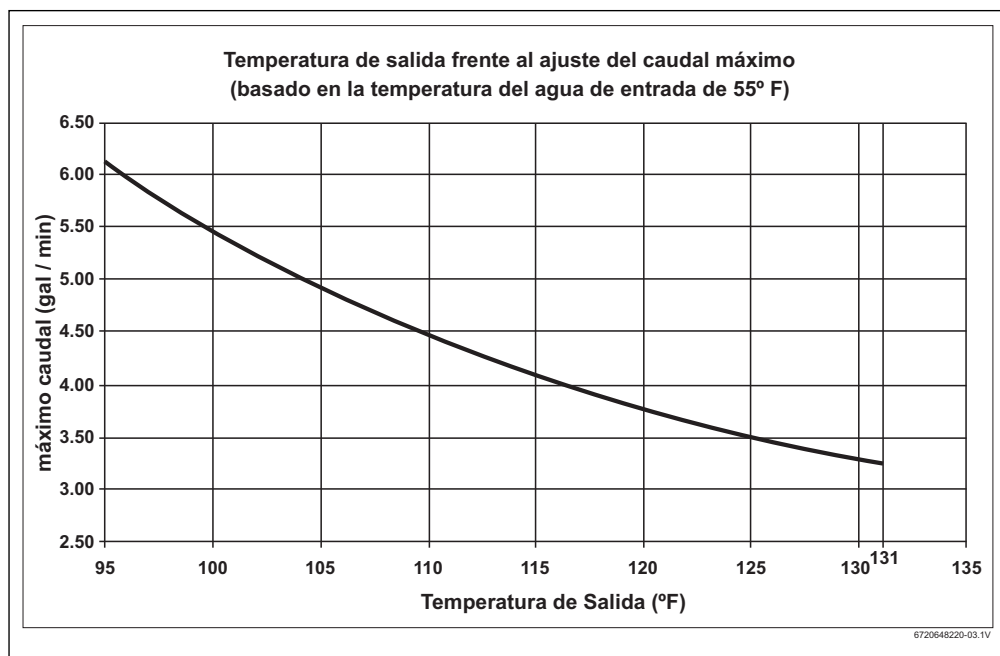

Fig. 8
- Ajuste la válvula de cierre de salida hasta que el rango de flujo de agua caliente corresponde con el valor en la Fig. 8 siguiente.
Estas cifras se basan en una temperatura de agua de entrada de 55 °F y una alimentación de 240 voltios. Si la temperatura de entrada de agua es inferior a 55 °F, o si la alimentación de voltaje es menor de 240 voltios, entonces la temperatura de salida será inferior a lo que se muestra en la Fig. 8. Si se desea una toma de mayor temperatura de agua, a entonces, reduzca el rango de flujo y / o suministro de la unidad con 240 voltios.
La temperatura del agua de entrada es demasiado fría	Compruebe que el calentador es de tamaño apropiado para su ubicación geográfica. Gire el mando de la temperatura en la parte inferior del agua totalmente en el sentido de las manecillas del reloj para establecer la temperatura máxima. Asegúrese que los rangos de flujo dentro del calentador están dentro de las especificaciones. Consulte la Fig. 8 en la page 13 del manual. Se recomienda el uso de una válvula de aislamiento en la salida de agua caliente para el control de velocidad de flujo.
El control de temperatura de disco está activado demasiado bajo	Ajuste el flujo de agua para mantenerse dentro de las especificaciones del calentador de agua. Vea la Fig. 8 de este manual.
El flujo de agua es demasiado grande	Ajuste el flujo de agua para mantenerse dentro de las especificaciones del calentador de agua. Vea la Fig. 8 de este manual.
Salida de las válvulas de cierre establecidas demasiado bajo	Ajuste la válvula de salida que se suministra don la instalación como se describe a continuación: <ul style="list-style-type: none"> • Abra completamente ambas válvulas de cierre-de entrada y salida que se suministran con la instalación en el calentador. (si no hay ninguna instalada, instálelas antes de proceder). • Abra completamente el agua caliente en la llave de agua caliente con más alto flujo a la que le da servicio el calentador (por ejemplo, la bañera). • Cierre lentamente la salida de la válvula de cierre, disminuyendo el caudal de agua hasta que la temperatura en la llave de agua caliente se corresponda con los valores indicados en la Fig. 8 del manual, o se alcance la temperatura deseada del agua.
Cambio de rango de flujo. Abastecimiento de agua conectado a la salida de la unidad.	Los principales cambios en el rango de flujo puede afectar negativamente la temperatura del agua de salida del calentador. El aumento a partir de una llave principal abierta para varios accesorios funcionando a un mismo tiempo puede hacer que la temperatura fluctúe. Manténgase dentro de las especificaciones del calentador. Vea la Fig. 8.